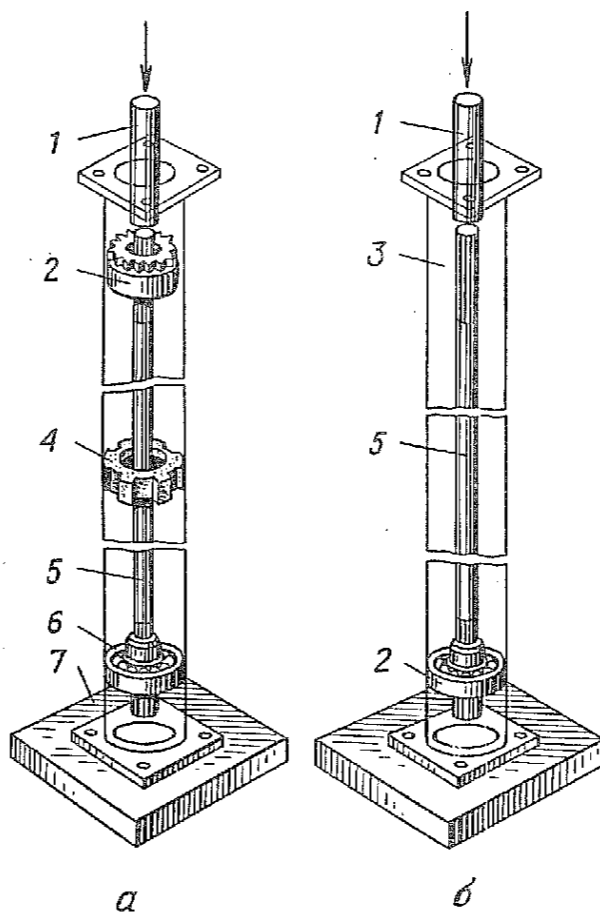

Рис. 155. Разборка приводного вала:
1.2. Выпрессовать из кожуха 3 (рис. 155, а) приводной вал 5 в сборе со средним подшипником 4, подушкой подшипника и одним хвостовиком 6. Снять со среднего подшипника резиновую подушку (наставка медная, молоток 500 г).
1.5. Установить приводной вал 5 (рис. 155, б) в кожух 3, вставить шлицевой конец вала в зубчатый хвостовик 2 и ударами молотка по торцу вала через наставку 1 выпрессовать зубчатый хвостовик в сборе с подшипником из кожуха приводного вала (наставка медная, молоток 500 г).